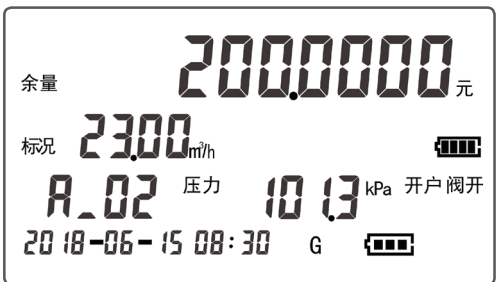

图 21
i. 开户后，第四屏界面如图 21 所示，分别显示剩余金额、标况流量、通信地址、时间以及电池等信息。当开户后“开户”显示。